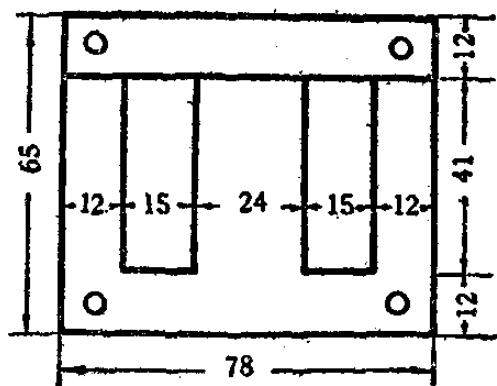

图3-11
1. 变压器鐵心，采用日字形鐵心，截面积为6.24平方厘米，它的平面尺寸如图3-11，迭起来的厚度为26毫米左右。这种鐵心可用其他旧的变压器上拆下来的鐵心代替，但在繞制变压器綫圈的时候，必須考虑到你所选用的鐵心窗口大小，否則繞好的綫圈会放不进鐵心的。